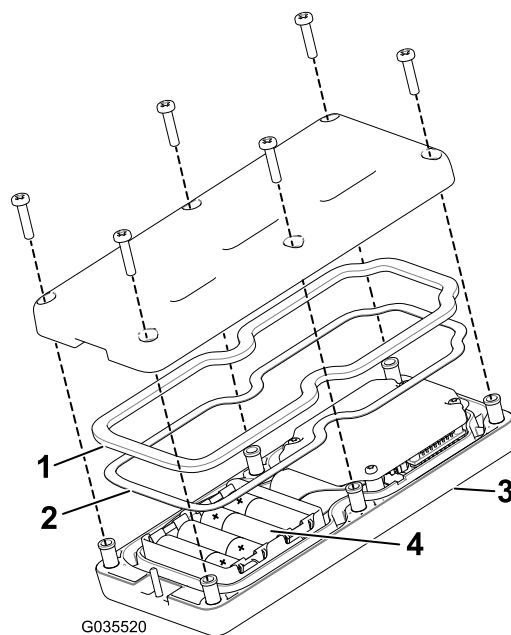

Рисунок 17
не будет работать. В гнезде имеется тиснение с обозначениями полярности каждой клеммы (Рисунок 17).
- Перед установкой задней крышки на место убедитесь, что стальная прокладка и резиновое уплотнение находятся в канавке пульта дистанционного управления (Рисунок 17).
- Закрепите крышку 6 винтами (Рисунок 17) и затяните их с моментом 1,5–1,7 Н·м.